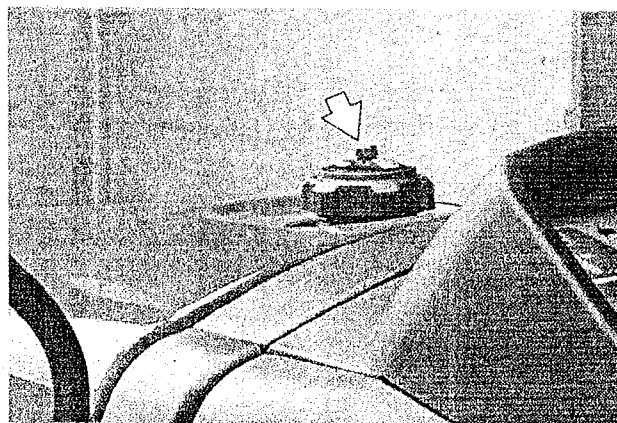

Fig. 46 – Tampa do orifício de enchimento do combustível
1 – Para levantar o capô, movimente a alavanca do trinco (1) para a direita, ou o capô pode subir ligeiramente. Depois mova para cima o gatilho de segurança (2), colocando a sua mão por dentro do capô. Fig. 46.